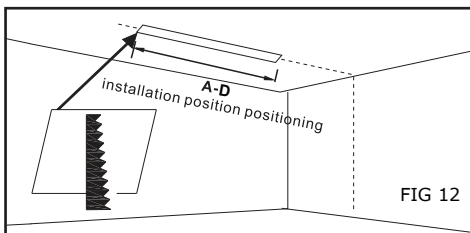

FIG 12
2. Before installing please refer to the table for track cut out size, installation & marking position (Fig 12).
2. Avant l'installation, veuillez vous référer au tableau pour les dimensions de la coupe du rail et marquez la position d'installation (réf. Fig 12).